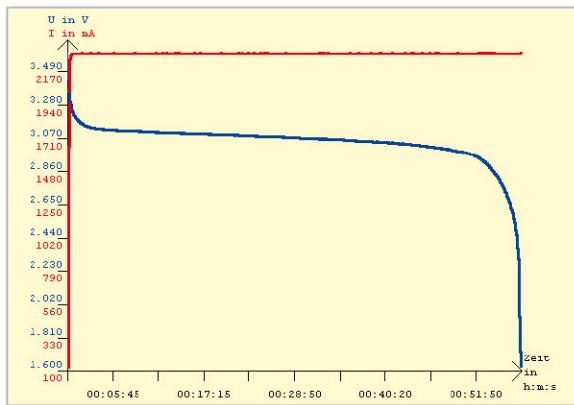

Bild 2: Entladeverlauf eines LiFePO4-Akkus
Grenzen auch als eigensicher gelten. Dieser neue Zellentyp (Abbildung 1) vereint die Vorteile von Lithium-Akkus mit der Robustheit der altbekannten Nickel-Cadmium-Akkus (NC). Abbildung 2 zeigt an einem Beispiel den hervorragenden Entladeverlauf dieses Zellentyps, wobei in unserem Beispiel der Entladestrom der Nennkapazität der Zelle entspricht (1C).
Während die Zellenspannung bei Lithium-Ionen-Akkus 3,6 V und bei Lithium-Polymer-Akkus 3,7 V beträgt, sind diese Zellen mit 3,3 V spezifiziert. Wie an der Entladekurve in Abbildung 2 zu sehen ist, stellt sich bei einem der Nennkapazität entsprechenden Entladestrom eine Spannung unterhalb der Nennspannung ein. Die Ladeschluss-Spannung dieses neuen Akku-Typs ist mit 3,6 V angegeben, muss aber nicht mit der hohen Genauigkeit eingehalten werden wie bei Lithium-Ionen- und Lithium-Polymer-Akkus. Maximal dürfen diese Zellen mit 3,8 V geladen werden, was aber die Lebensdauer deutlich reduziert.